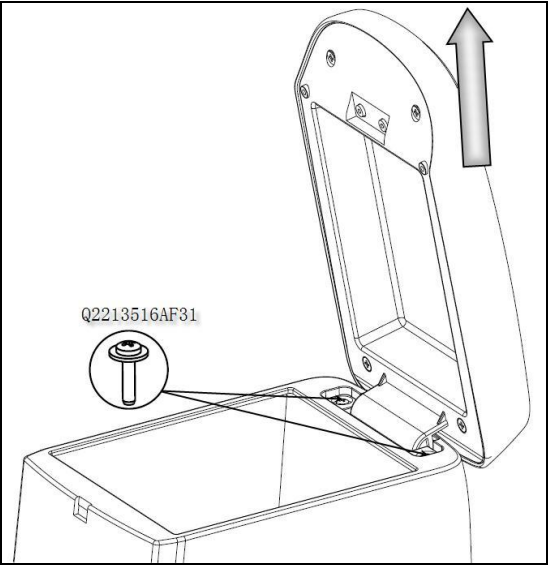

图1.6.13 副仪表板扶手总成的拆卸
(1) 开启扶手组件至直立状态，用十字螺丝刀依次松开固定扶手组件的两个螺钉(Q2213516AF31十字槽盘头自攻螺钉和大垫圈组合件)，将扶手组件整体取下，如图1.6.13所示；